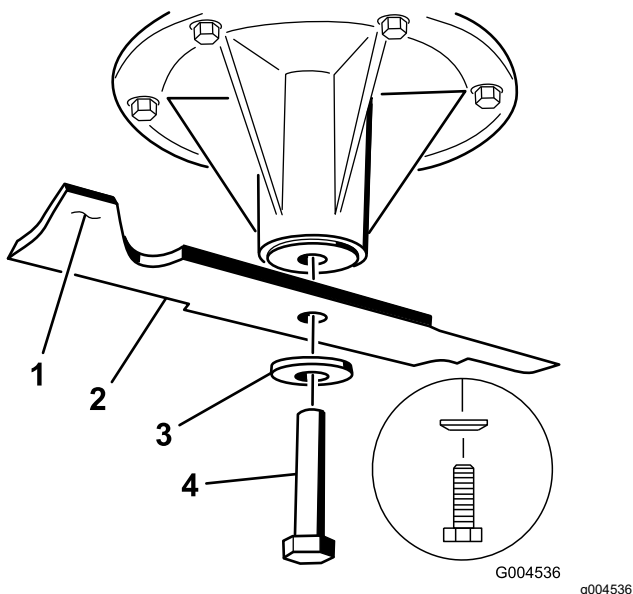

Figura 112
1. Montate la lama sull'asse del mandrino (Figura 112).
2. Montate il disco elastico e il bullone della lama (Figura 112).
Nota: Il cono del disco elastico deve essere rivolto verso la testa del bullone (Figura 112).